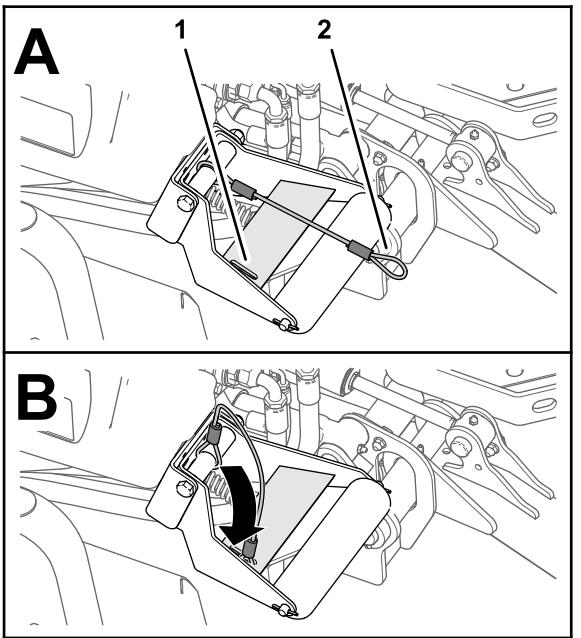

Figura 66
4. Con las unidades de corte bajadas, deslice el bucle del amarre en la ranura de la placa de refuerzo del soporte del rodillo (Figura 66).